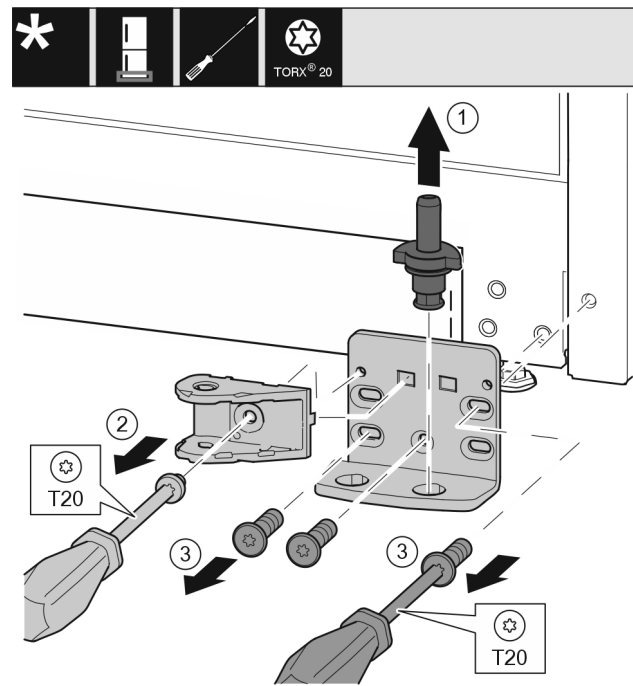

Fig. 34 *
- ▶ Lagerbolzen komplett nach oben herausziehen. Fig. 34 (1)*
- ▶ Schraube mit Schraubendreher T20 herausdrehen und Schließdämpferverbindung abnehmen. Fig. 34 (2)*
- Schrauben mit Schraubendreher T20 herausdrehen und Lagerbock abnehmen. *Fig. 34 (3)**